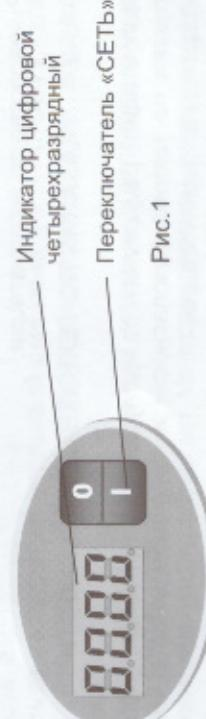

Рис.1
- 6.6. Переключатель «СЕТЬ» (рис.1) расположен на панели управления, которая находится на лицевой поверхности крышки рециркулятора.